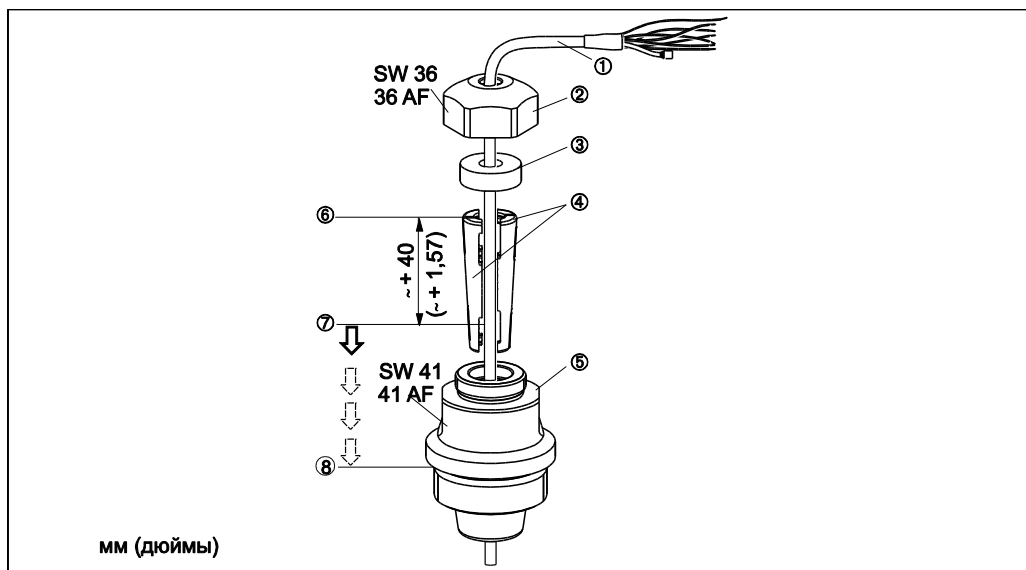

Рис. 6: Монтаж при помощи крепежного винта кабеля-удлинителя, на рисунке – с резьбой G 1½
5. Наденьте зажимную втулку (поз. 4) на кабель-удлинитель (поз. 1), как показано на рис. 6.